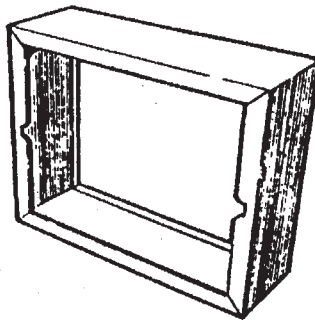

FIG. 1
1. Remove retaining screw, unplug wiring harness, and lift heater assembly from housing. (FIG. 1)
1. Quite el tornillo de retén, desenchufe el cableado preconfigurado, y levante el equipo de calentador de la caja. (FIG. 1)